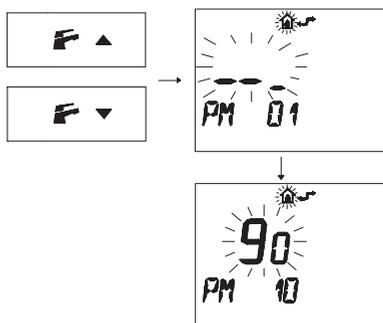

Рис. 5.69
- Нажмите кнопки **F** **▲** или **F** **▼**, чтобы вывести на дисплей код "PM10" для выбора частоты повторного включения (Рис. 5.69).
На Рис. 5.69 показывается заданное значение **90**, которое соответствует повторному включению каждые 3 минуты. Диапазон регулировки от 0 до 8 с половиной